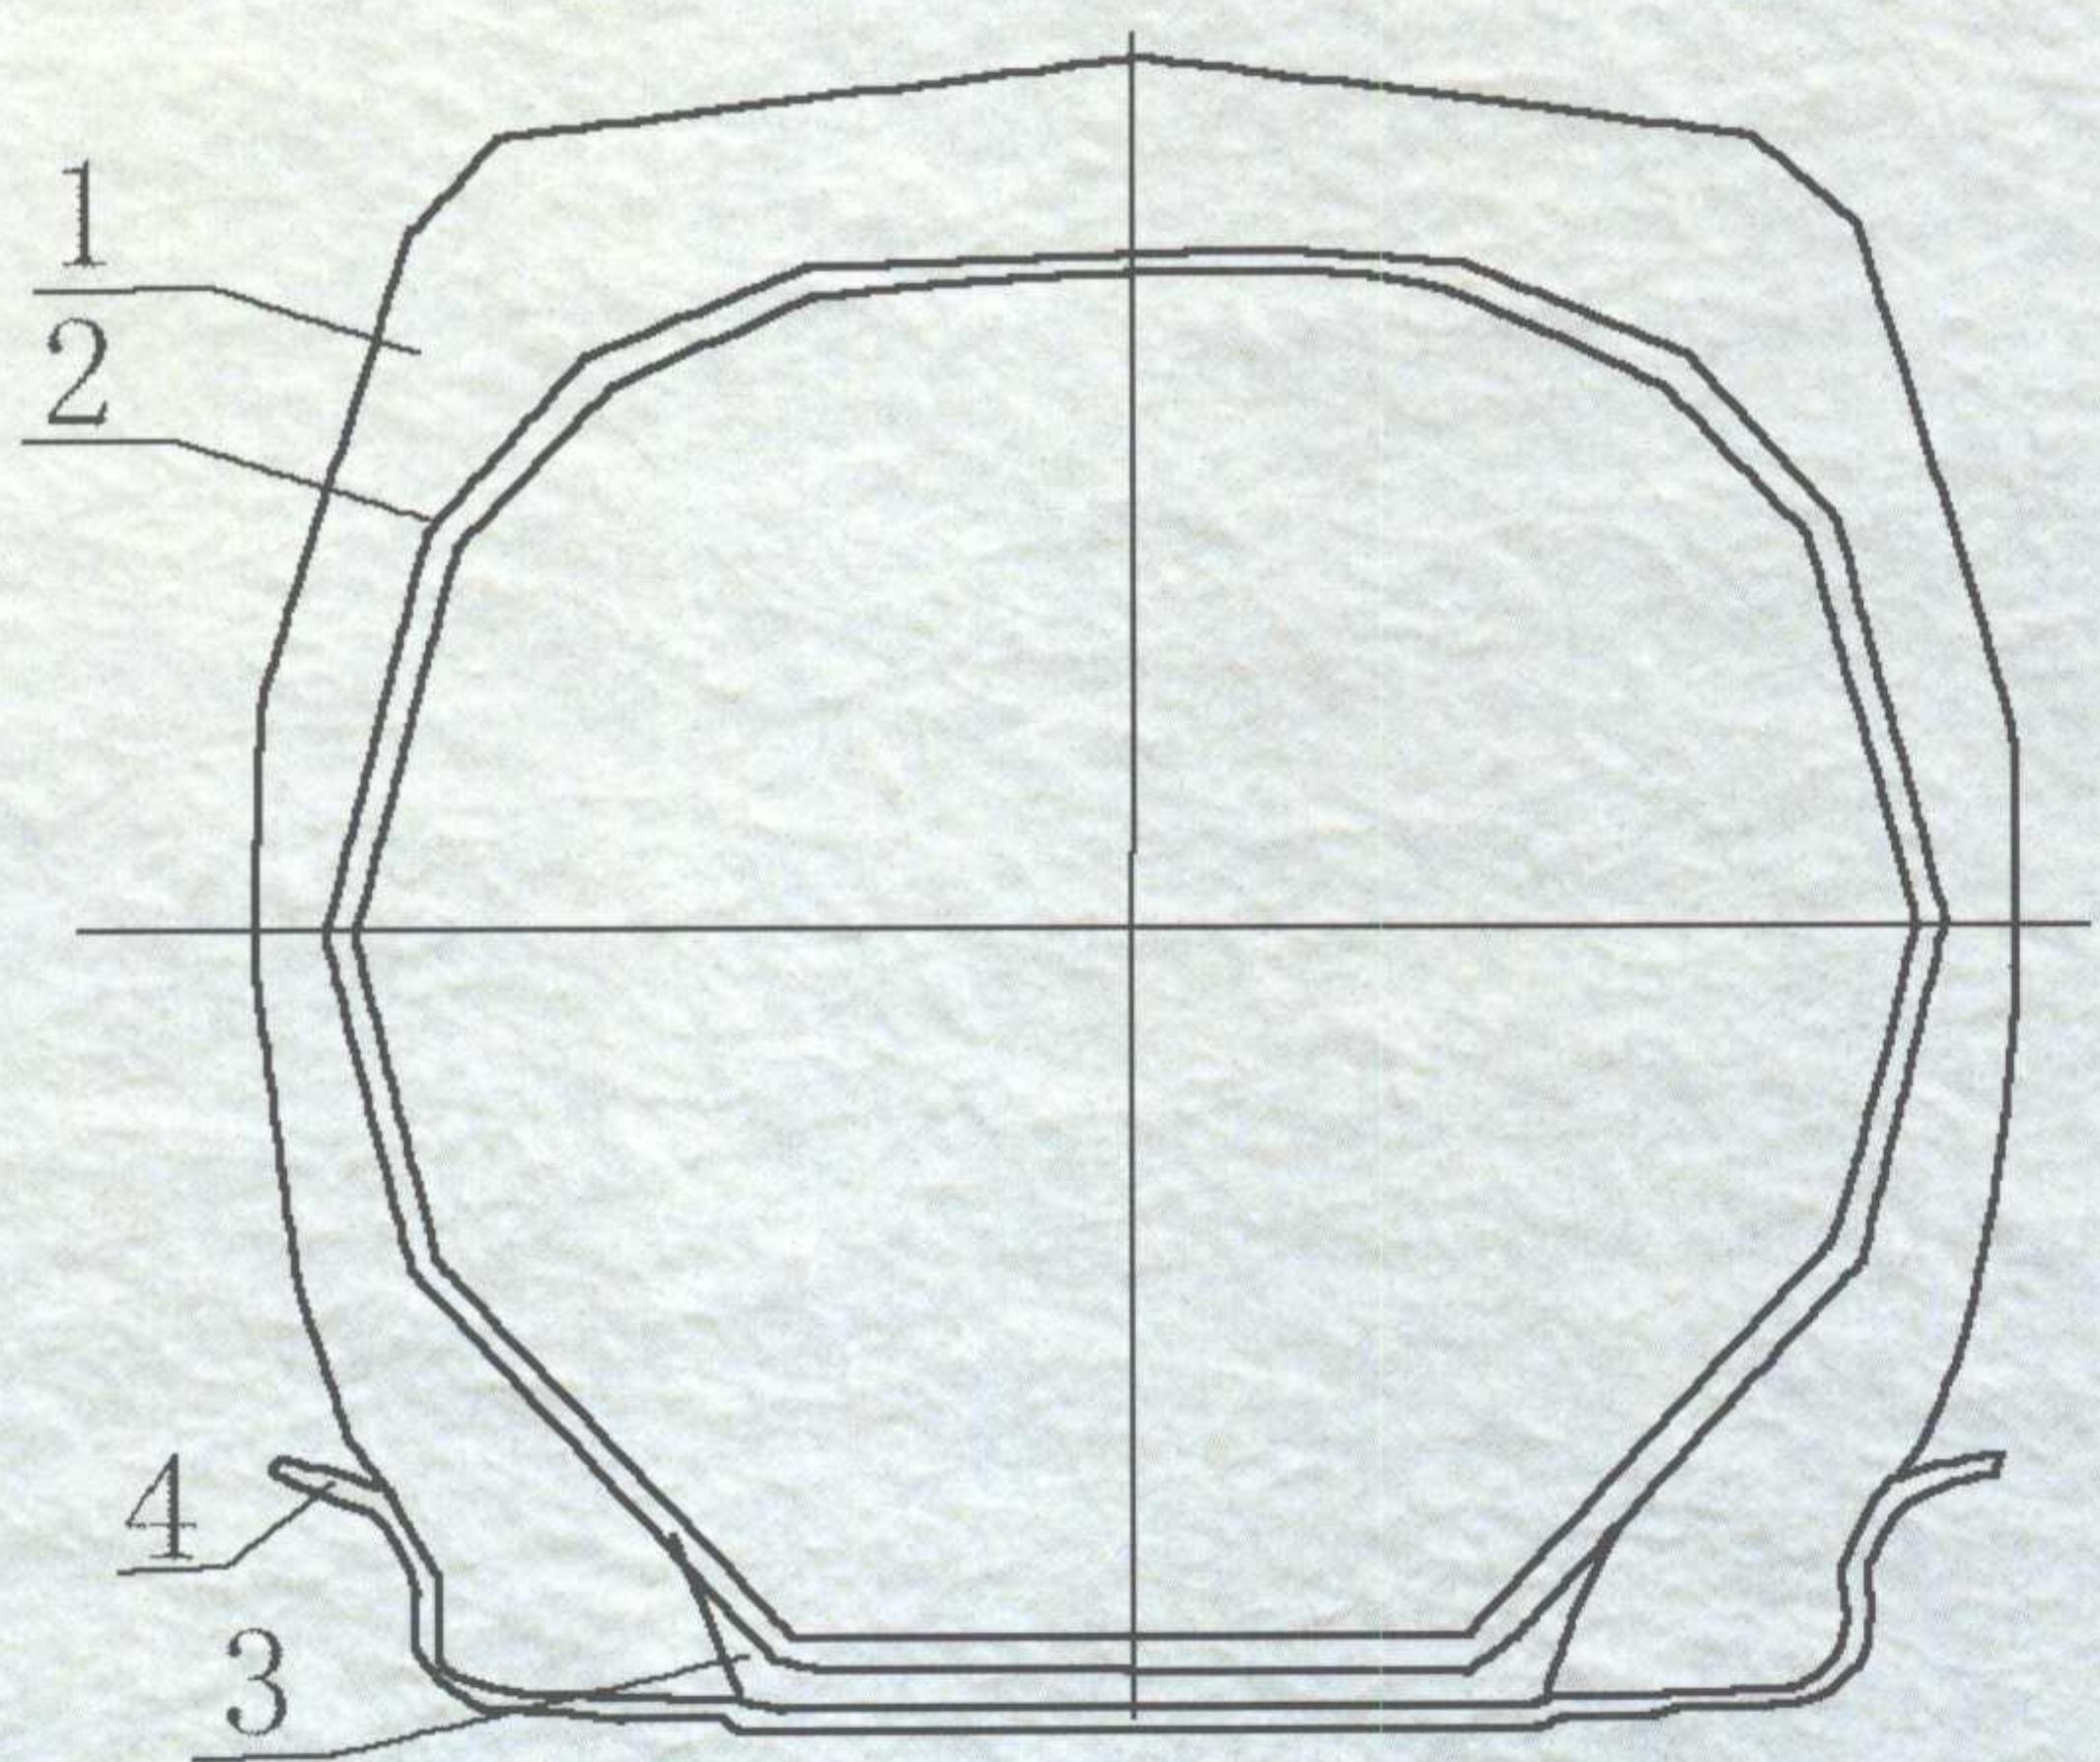

图 1-1-1 有内胎轮胎与轮辋装配图
2. 结构：有内胎轮胎由外胎、内胎和垫带组成，使用时安装在汽车轮辋上，构造见图 1-1-1。